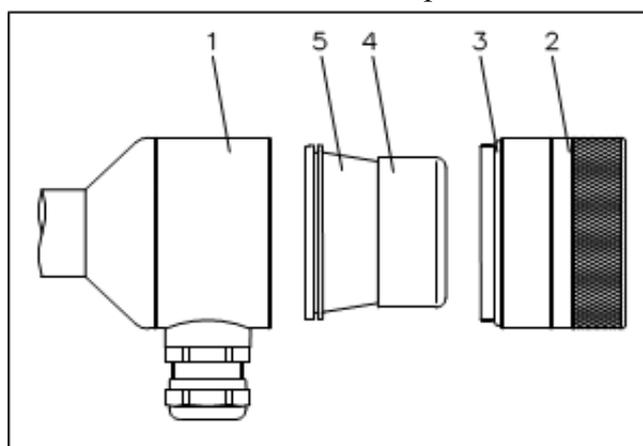

Рисунок 4 - полевой корпус с индикатором
- открутить крышку корпуса (2) с корпуса (1) (см. рисунок 4);
- осторожно отсоедините модуль индикации ASM 400 (4) вместе с вращающейся частью адаптера (5) от корпуса.
**Внимание!** Модуль индикации (4) подсоединен вилкой к разъему в полевом корпусе (1). При необходимости вы можете отсоединить разъемное соединение.